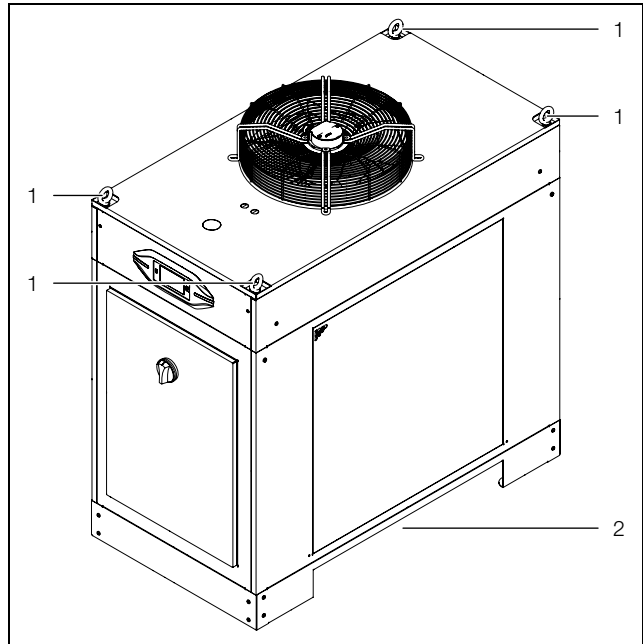

Abb. 18: Transport (Darstellung zeigt beispielhaft Ausführung SK 333640x)
- an den dafür vorgesehenen Transportösen mit Hebezeugen (Abb. 18, Pos. 1) oder
- mit Hilfe eines Flurförderfahrzeugs durch Unterfahren und Anheben von der Seite (Abb. 18, Pos. 2).
Legende Abb. 18